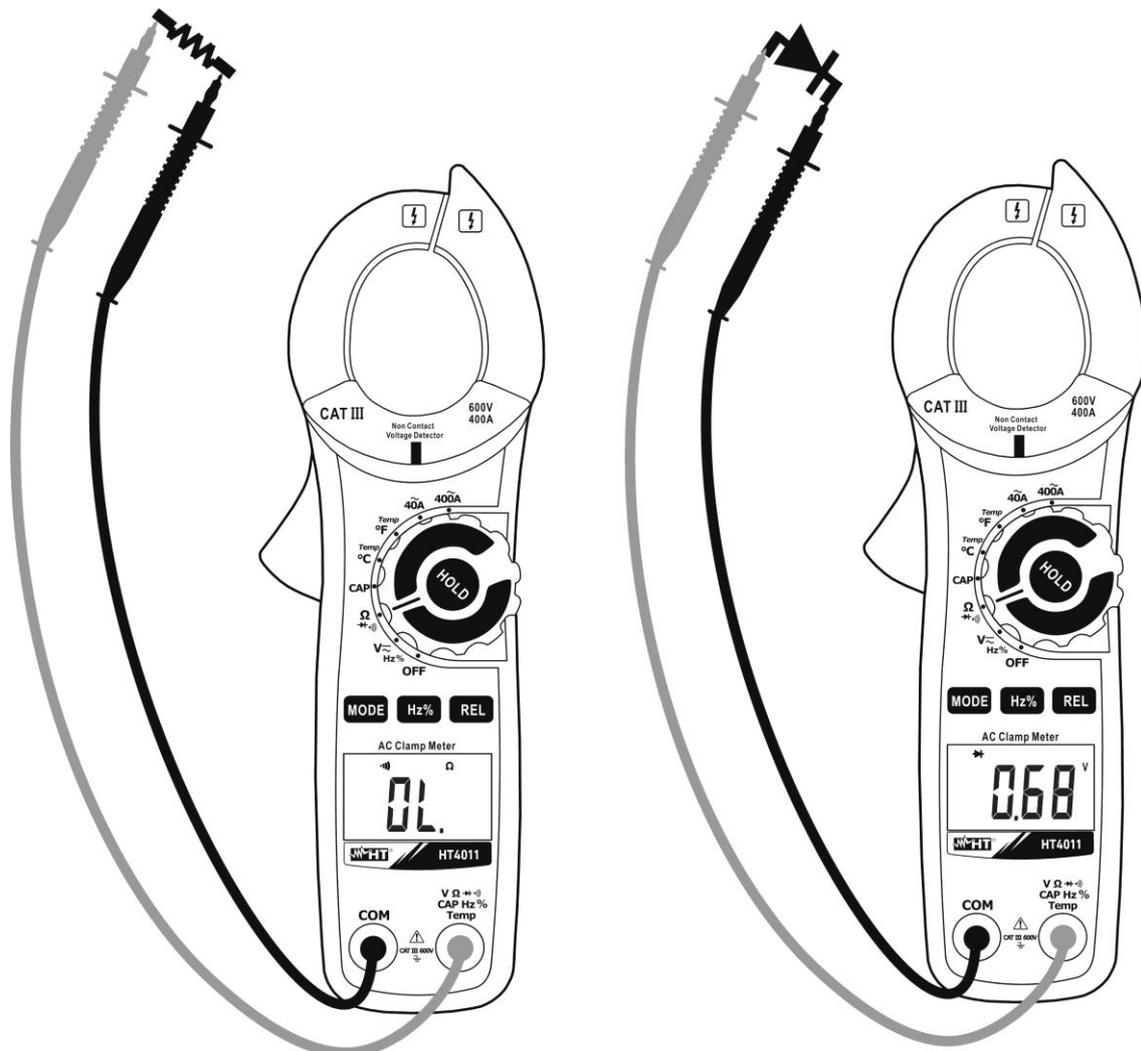

Fig. 7: Uso da pinça para Teste de Continuidade e Teste de díodos
3. Inserir o cabo vermelho no terminal de entrada **VΩ →  $\text{diode symbol}$  CAP Hz % Temp** e o cabo preto no terminal de entrada **COM** e efectuar o teste de continuidade no objecto em exame (consultar o Fig. 7– parte esquerda). O sinalizador sonoro emite um sinal acústico quando o valor da resistência medida é inferior a cerca de  $30\Omega$ .
5. Conectar a ponteira vermelha ao ânodo do díodo e a ponteira preta ao cátodo no caso de medição de polarização directa (consultar a Fig. 7 – parte direita). Inverter a posição das ponteiras no caso de medição de polarização inversa.